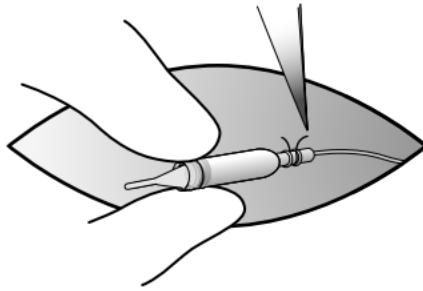

Abbildung 3. Auftrennen der distalen Ligatur über dem elektrodenseitigen Ende der Konnektorschutzkappe
3. Durchschneiden Sie die distale Ligatur über dem Elektrodenende der Konnektorschutzkappe (Abbildung 3).